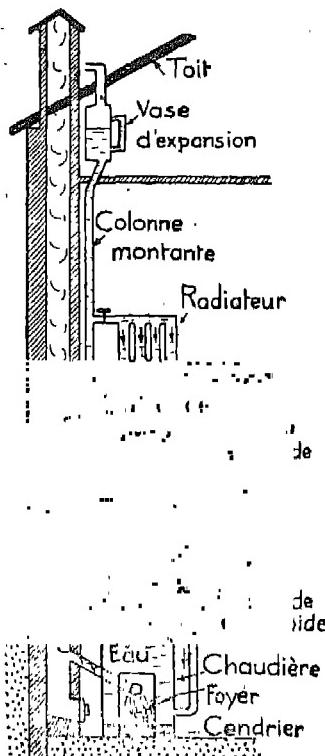

Fig. 4. — Chauffage central à eau chaude. Un seul foyer permet de chauffer tous les appartements d'un grand immeuble.
5. Désiravez un poêle à feu continu à l'aide de la fig. 4, au besoin. Quel avantage présente-t-il sur les deux modes de chauffage précédents (cheminées, poêle à feu intermittent) ? Quelle qualité essentielle doit avoir le combustible employé ? Où se fait toujours le réglage du tirage (avant ou après le foyer) ? Pourquoi ?
rieur d'une véritable chaudière, ce qui évite les pertes de chaleur par rayonnement (fig. 4).